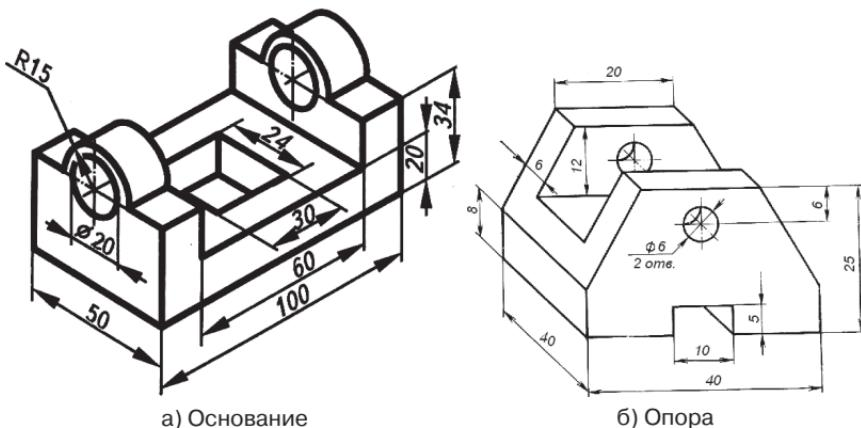

Рис. 318. Задание для самостоятельной работы
- Постройте три стандартных вида в документе **Фрагмент** и ассоциативные виды в документе **Чертеж** деталей рис. 318. Сравните их. Сохраните документы в папке **Мои модели** под именами «**Чертеж. Основание**», «**Ассоциативные виды. Основание**», «**Чертеж. Опора**», «**Ассоциативные виды. Опора**» (с этими документами будем работать с §33 по §35).